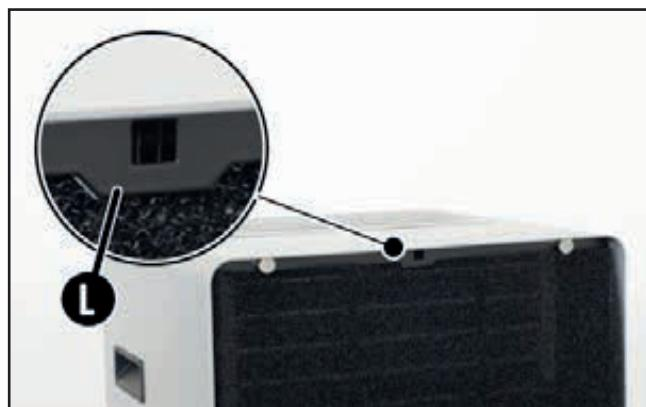

Abb.7 – Lage des Luftfilters am vorderen Gitter.
Den Filter an die Edelstahlhalterung halten und den oberen Teil an der mittleren Lamelle (L) des hinteren Gitters einhaken (Abb.7): Dann die Klappe schließen.